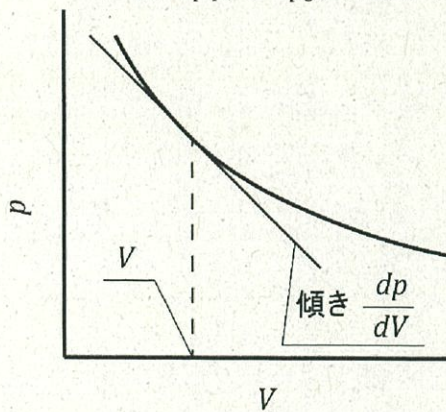

図1  $p-V$ 線図
- ある物質が圧力 $p$ の下で体積 $V$ であったとする。圧力 $p$ を変化させたときの体積 $V$ を調べ、図1の $p-V$ 線図を得た。体積 $V$ のときの曲線の傾きが $dp/dV$ であったとき、体積弾性係数 $K$ はどのように表せられるか答えよ。